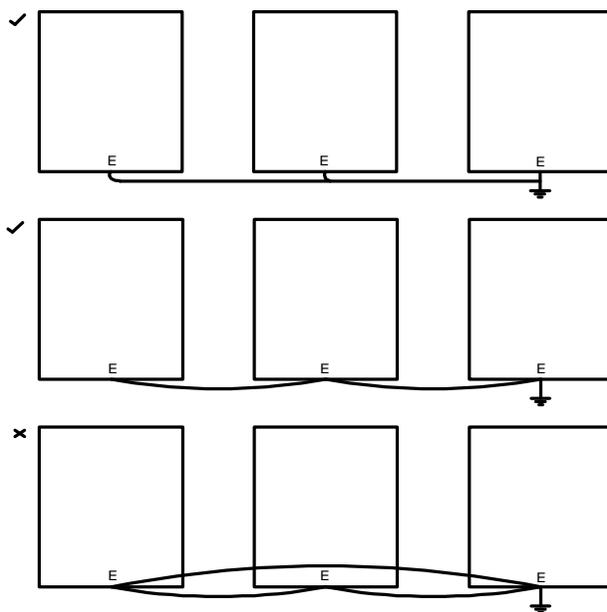

图 3-13 接地线连接方法
- ② 接地线切勿与焊机或动力设备共用。
- ③ 接地线请按电气设备技术标准所规定的导线线径规格, 并与接地点尽可能短。
- ④ 同时使用两台以上变频器的场合, 请勿将接地线形成回路。正确接地方法与错误接地方法如图 3-13 所示。